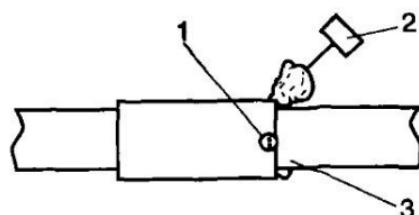

Рис. 54. Обнаружение утечки с помощью жидкой пластмассы или мыльной пены:
15.1. Недостаточное количество хладагента в системе является результатом его утечки. Поэтому ее необходимо обнаружить и ликвидировать, а систему дозарядить недостающим количеством хладагента. Место утечки хладагента легко обнаружить визуально по наличию масла (рис. 53). Если этого недостаточно, то используют течеискатель. Однако с помощью течеискателя трудно обнаружить утечку при сильной циркуляции воздуха или при высокой концентрации хладагента в закрытом помещении. В этих случаях используют мыльный раствор или жидкую пластмассу, которыми обмазывают подозрительное соединение. В месте утечки хладагента в течение 5 сек. появляются пузырьки (рис. 54). Если при ликвидации утечки требуется нагревать трубопровод, то предварительно из него выпускают хладагент, чтобы предотвратить его выброс и, как следствие, возможную травму механика.